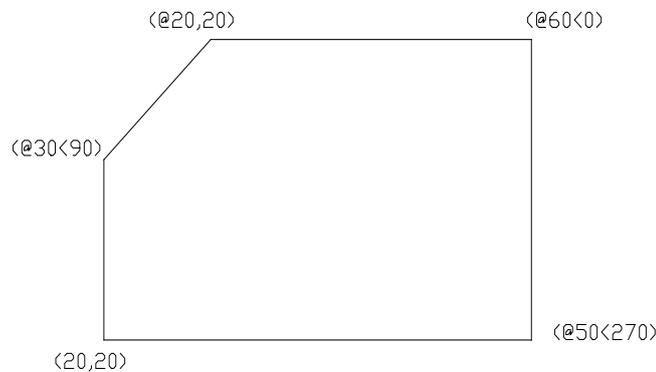

图 2-38 坐标输入方式
**操作实例：**在绘图过程中不是自始至终只使用一种坐标模式，而是可以将一种、两种或三种坐标模式混合在一起使用。在图2-38中，先以绝对坐标开始，然后改为极坐标，又改为相对坐标。作为一个CAD操作者应该选择最有效的坐标方式来绘图。